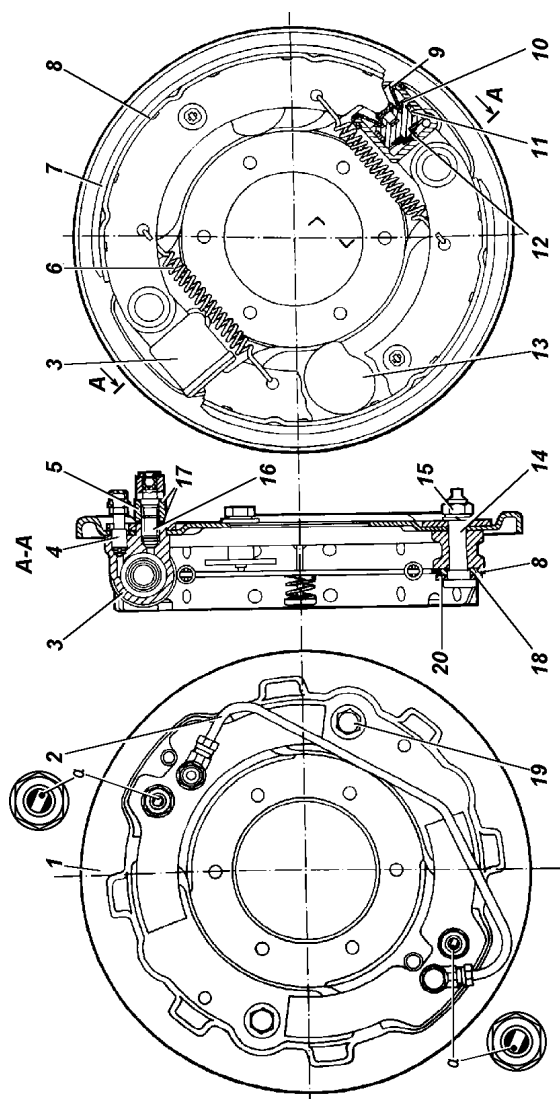
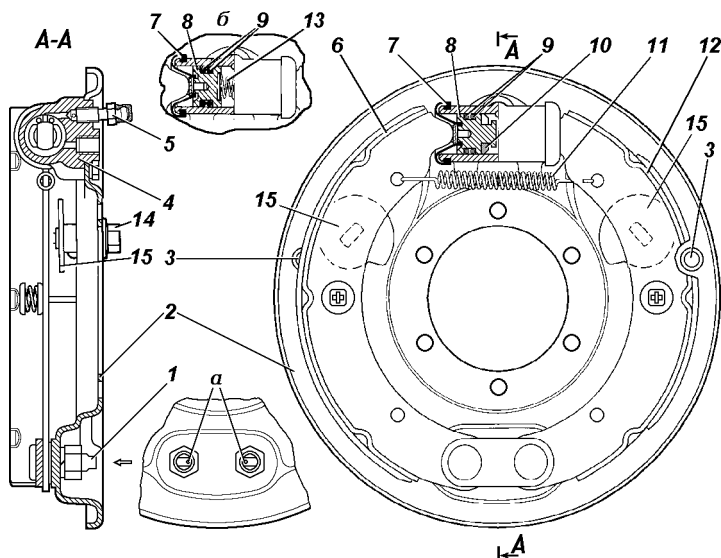

Рис. 9.27. Тормоз переднего колеса (для мостов, приведенных на рис. 9.16):
Рис. 9.28. Тормоз заднего колеса:
Барабанные тормозные механизмы передних (рис. 9.27) и задних (рис.9.28) колес. Периодически снимайте тормозные барабаны и очищайте детали тормозов от пыли и грязи. Периодичность этой операции зависит от условий эксплуатации автомобиля. В летнее время и при езде по грязным дорогам чистка должна проводиться чаще, зимой - реже.
(см. рис. 9.27) или 14 (см. рис. 9.28) регулировочного эксцентрика до тех пор, пока колесо не затормозится.
2. Ослабьте гайки опорных пальцев и установите опорные пальцы в начальное положение (метки на торцах опорных пальцев должны быть расположены, как указано на рис. 9.27, 9.28).